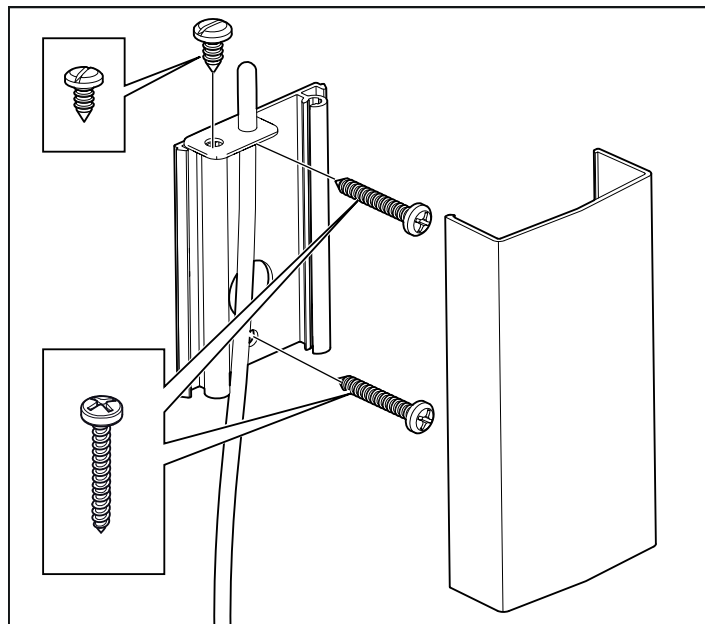
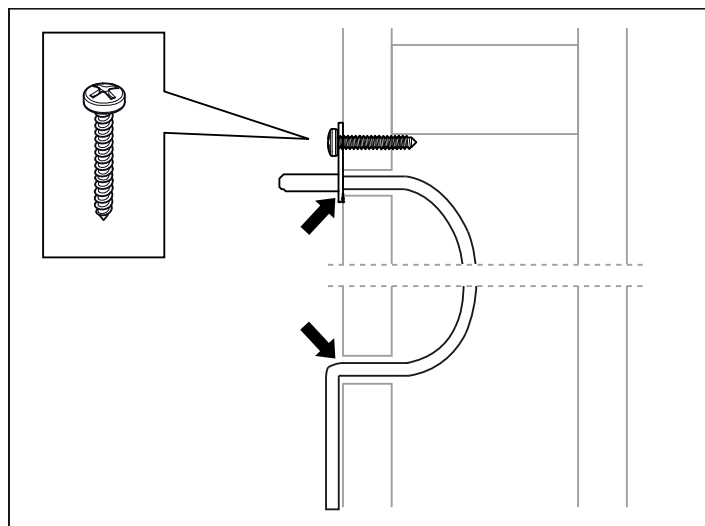

Figure 9 : Installation du capteur
Figure 10 : Boucher tous les trous éventuels
8. Installez le capteur sur le mur (voir figure 9). Il est également possible de faire passer le fil de thermistance à travers le mur. Bouchez tous les trous dans le mur derrière le capteur (voir figure 10). Le fil de thermistance peut être rallongé à l'extérieur du sauna à l'aide d'un fil à basse tension (2 pôles).